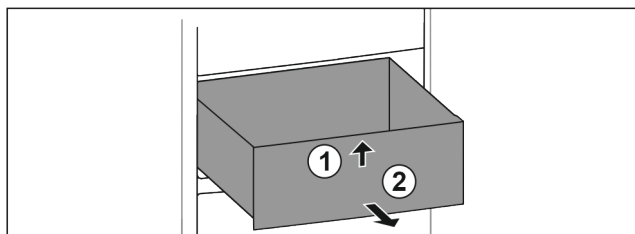

Fig. 72
- Schubfach vorne anheben. Fig. 72 (1)
- Schubfach nach vorne entnehmen. Fig. 72 (2)